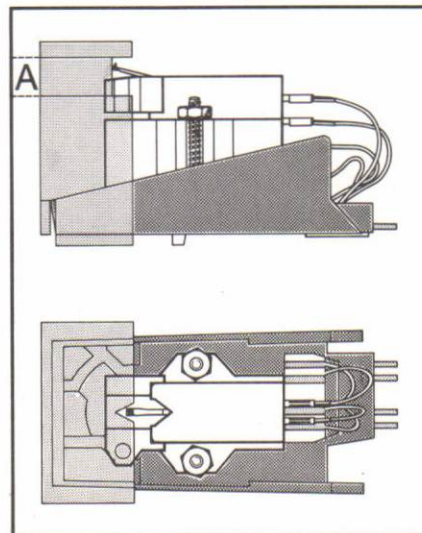

Fig. 14
3. Le montage de la cellule est correcte lorsque la pointe de lecture se trouve bien au centre de l'encoche du gabarit de montage et que, verticalement, la pointe de lecture se trouve à l'intérieur d'une plage A (fig. 14).